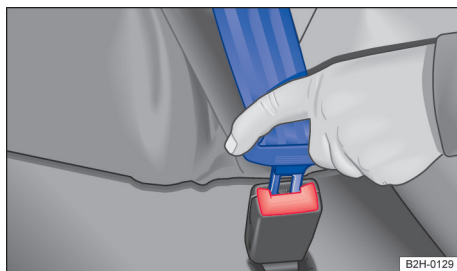

Fig. 29 Introduzir a lingueta do fecho do cinto de segurança subabdominal no fecho do cinto de segurança.
- Introduzir a lingueta do cinto de segurança firmemente no fecho do cinto de segurança perpendicular ao assento → Fig. 29.